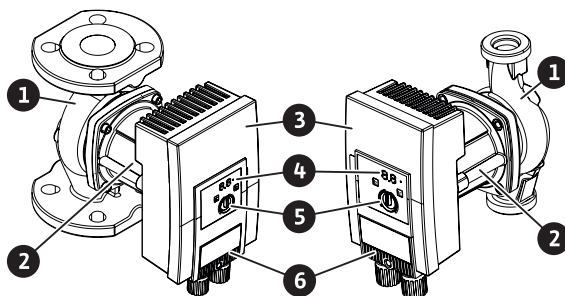

Fig. 1: Aperçu de la pompe
Un automatisme de commande (Fig. 1, pos. 3), situé sur le carter de moteur, permet de réguler le circulateur et d'établir une interface de report de défauts centralisé (SSM). Selon l'application ou la fonction de régulation sélectionnée, la régulation concernera la vitesse de rotation ou la pression différentielle. Pour toutes les fonctions de régulation de la pression différentielle, le circulateur s'adapte en permanence au besoin de puissance variable de l'installation.